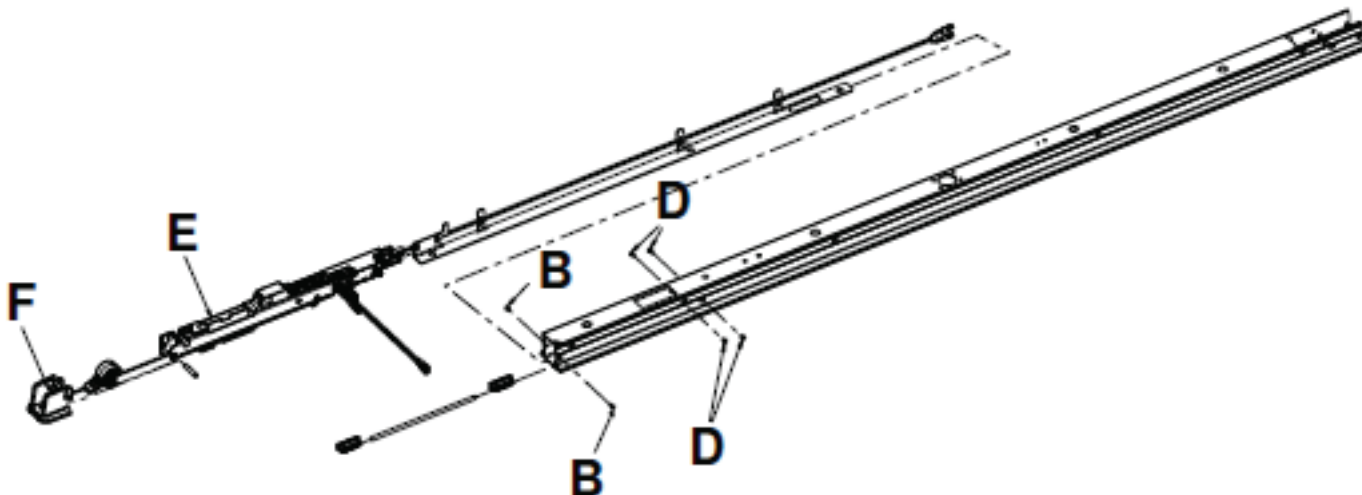

Figure 45 – Retirer l'ensemble de piston d'ancrage
5. À l'aide d'une clé à six pans de 1/8 po, retirer l'une des deux vis d'assemblage à tête plate (B) qui fixent le boîtier du levier de déblocage à l'ancrage (Figure 45). Conserver les vis.
8. À l'aide d'une clé à six pans de 1/8 po, retirer deux des quatre vis d'assemblage à tête plate (D) d'un côté de l'ensemble piston d'ancrage, au milieu (Figure 45). Conserver les vis.
9. À l'aide de la deuxième clé à six pans de 1/8 po, insérer la clé dans la broche pivotante du système d'ancrage pour retirer les deux autres vis d'assemblage à tête plate sur les quatre (D) (Figure 45). Conserver les vis.
11. Retirer avec précaution l'ensemble de piston d'ancrage, au milieu (E) du système d'ancrage (Figure 45).